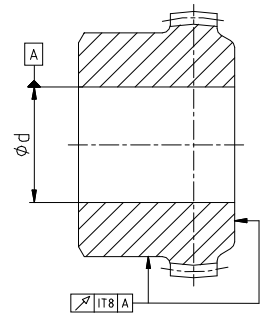

fig. 5: concentricité et perpendicularité
- En cas d'usinage par le client des moyeux (moyeux en acier), respecter les tolérances de concentricité et de perpendicularité. (voir fig.5)